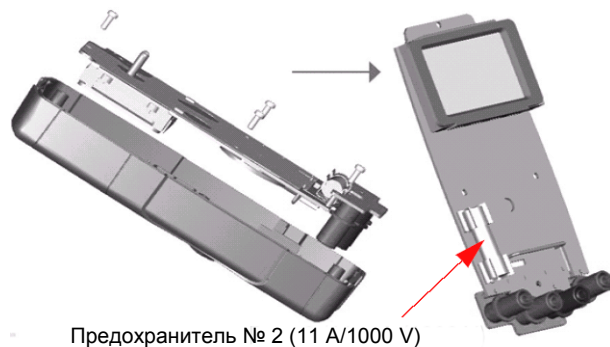

Рис. 4-3 Замена предохранителя № 2
5. Если вам нужно заменить неисправный предохранитель № 2, то выньте предохранитель № 1, затем выверните четыре винта (см. рис. 4-3), чтобы можно было снять печатную плату с верхней части корпуса.
6. Осторожно выньте неисправный предохранитель № 2. Для этого подденьте его с одной стороны и извлеките из держателя (см. рис. 4-3).